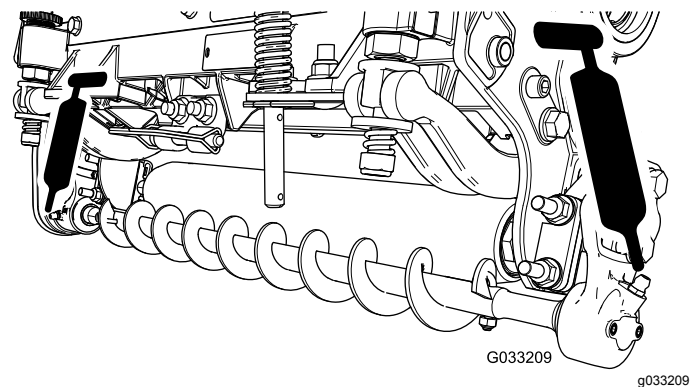

図 16
- 左右のローラブラシベアリングハウジングのグリス注入部から、No.2リチウム系汎用グリスを注入する **図 16**。